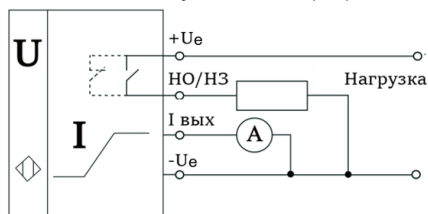

Рисунок 3 - Схема подключения датчиков
3.4 Датчики включаются в электрическую цепь по 4-х проводной схеме (Рис. 3). Соответствие выводов и схема подключения указаны в маркировке датчика.